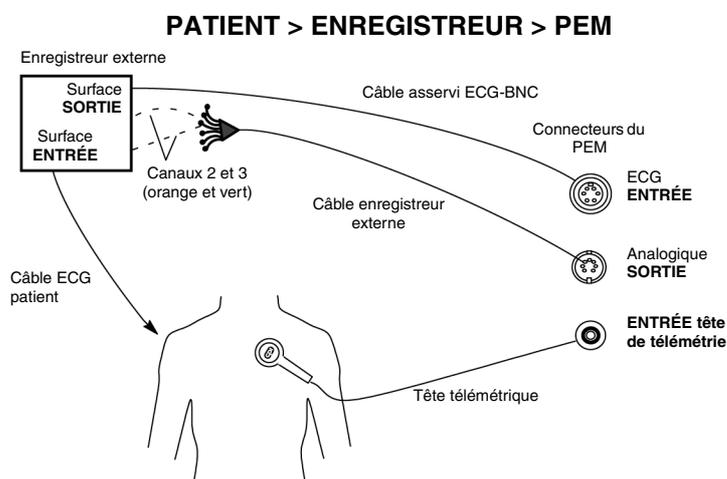

Figure B-3. L'enregistreur externe recueille le signal de surface et l'envoie au PEM. Le PEM envoie les électrogrammes à l'enregistreur externe.
- Patient vers enregistreur externe vers PEM (Figure B-3 page B-3)
Pour afficher un tracé sur un enregistreur externe et sur le PEM sans utiliser le câble ECG patient, installer l'appareillage comme indiqué sur la Figure B-3.